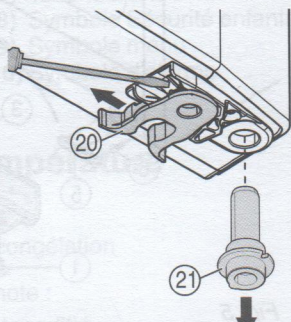

Fig. 8
- Permuter la pince élastique Fig. 8 (20) : appuyer sur l'ergot puis retirer la pince élastique.
- Tirer le pivot d'appui Fig. 8 (21) hors de la douille de porte et la mettre en place ensemble avec la rondelle du côté opposé. Le taquet d'arrêt doit indiquer vers la paroi intérieure de la porte, l'encoche vers la paroi extérieure.
- Pivoter la porte vers le bas et mettre en place le pivot d'arrêt Fig. 8 (21) dans le support d'appui. Event. tourner le pivot d'arrêt de sorte qu'il puisse encliqueter.